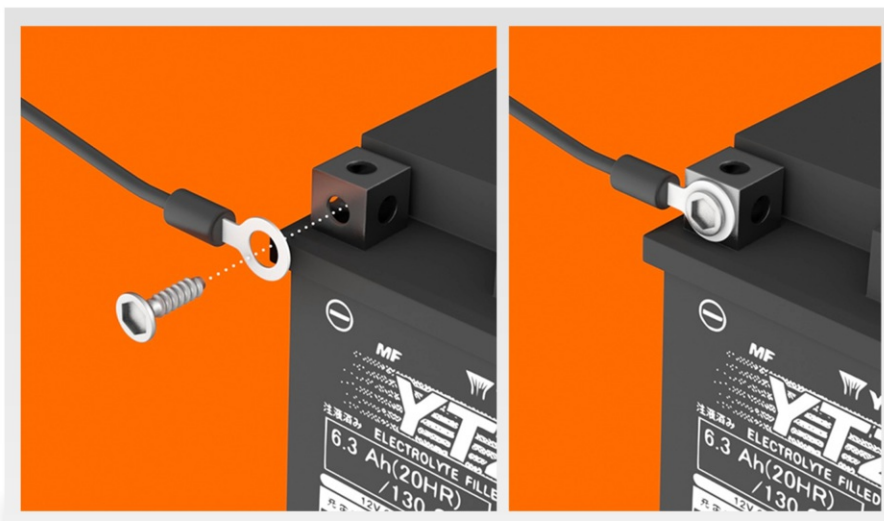

IMAGEN 01
- 01** Conecte el cable negro con terminal anillo a masa o al negativo de la batería. Asegurarse que la conexión sea de buena calidad. (imagen 01)